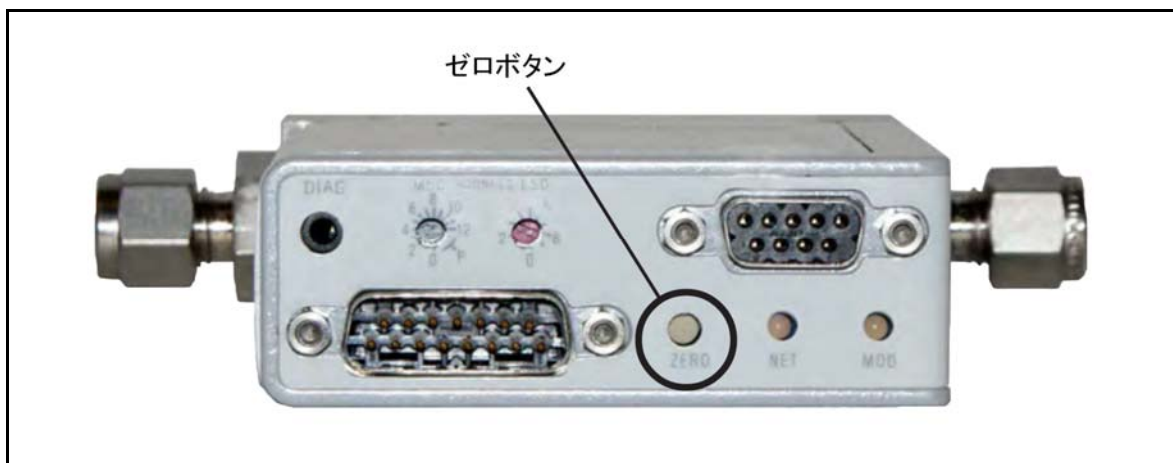

図 2-4 デバイス上部のゼロボタンの位置
2. 図 2-4 に記載されている Zero ボタンを、5 秒間以上長押ししてください。